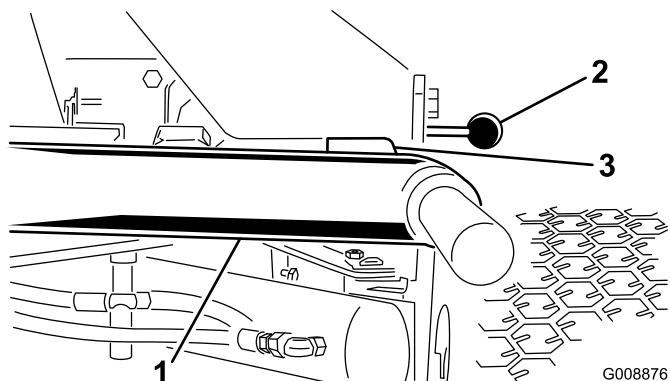

Figure 10
1. Mettez le moteur en marche, relevez les plateaux de coupe et vérifiez qu'un espace de 5 à 8 mm sépare chaque bras de relevage du support de la plaque de plancher (Figure 10).